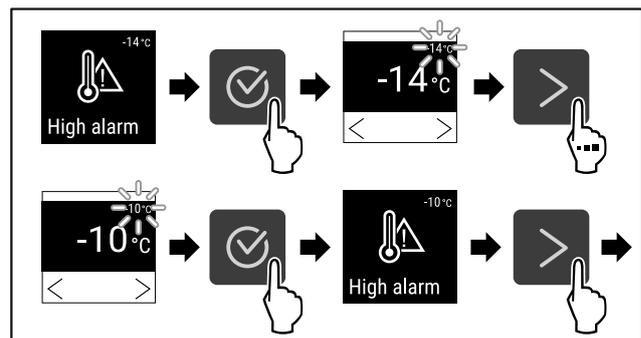

Fig. 132
- ▶ Handlungsschritte (siehe Fig. 132) durchführen.